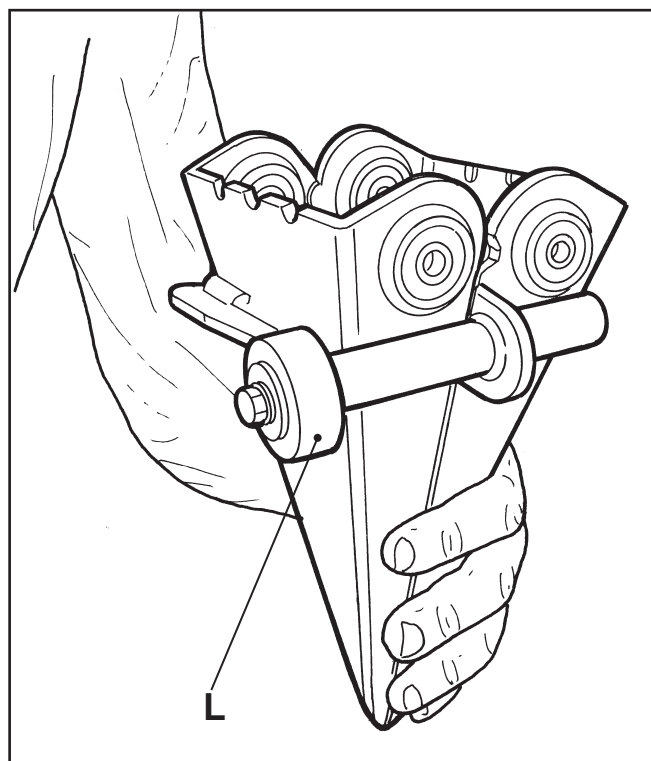

Fig. 2
- Sfilare la coppia ganasce (**Fig. 2**).
- Remove the couple of jaws (**Fig. 2**).
- Décrocher les deux ressorts (H).
- Enlever les quatre vis (I) en desserrant préalablement les écrous.
- Enlever le couple d'éclisses (Fig. 2).
- Desenganche los dos muelles (H).
- Quite los cuatro tornillos (I), aflojando primero las tuercas.
- Extraiga la pareja de mordazas (Fig. 2).